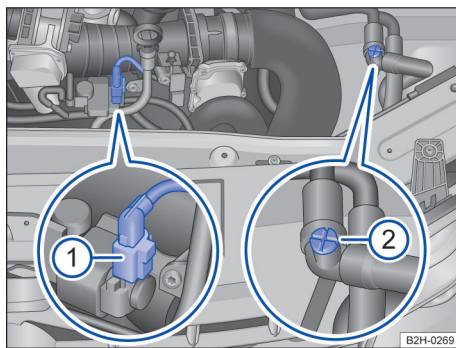

Fig. 190 En el vano motor: conector y válvula de purga manual.
5. Gire la válvula de purga manual unas tres vueltas en el sentido contrario al de las agujas del reloj → fig. 190 .
7. Desacople el conector situado junto a la varilla de medición del nivel de aceite y fíjelo bien → fig. 190 . No vuelva a acoplar el conector hasta que no acuda a un taller especializado.